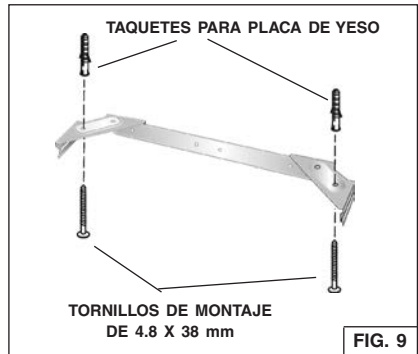

FIG. 9
3. Fije el conjunto del soporte en el cielo raso usando (2) tornillos de montaje de 4.8x 38 mm y taquetes para placa de yeso. Fig. 9. Asegúrese de que el soporte quede presionado sobre la esquina, pegado contra la pared y centrado sobre la campana.